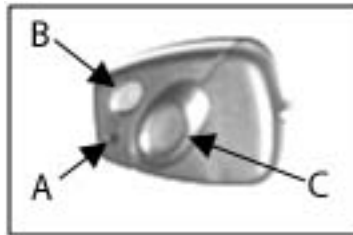

Figure 59 – Fonctions de la télécommande
3. Appuyez sur le bouton vert (**B**) de la télécommande (Figure 59).